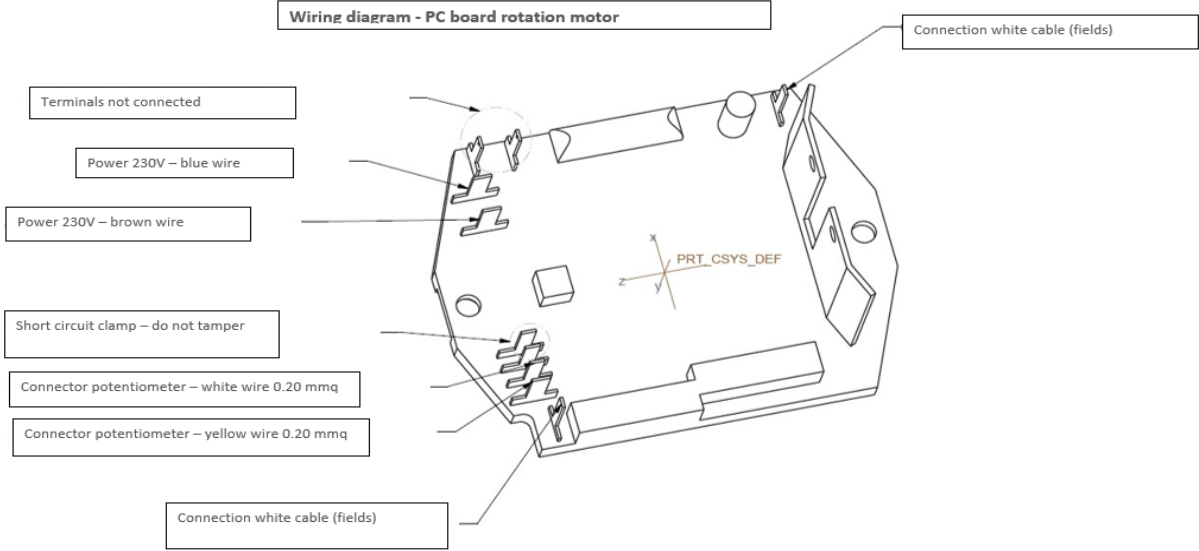

Figure 1.7
1.2.2 Kabloları karttan sökün; yeniden montaj sırasında bağlantıları figure 1.7'de gösterildiği gibi geri takmaya dikkat edin;